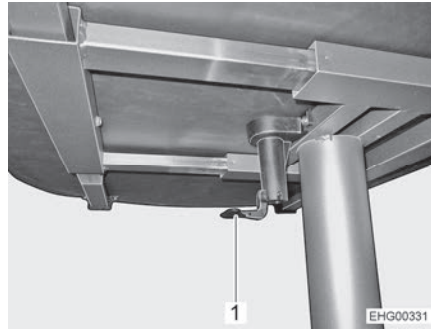

Fig. 60 Table à hauteur réglable
- Rabattre le levier du verrouillage central de la table (Fig. 60,1) vers le bas.